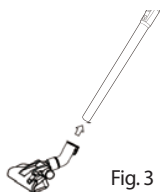

Fig. 3
- La Fig.3 muestra la conexión del tubo y la herramienta cepillo: